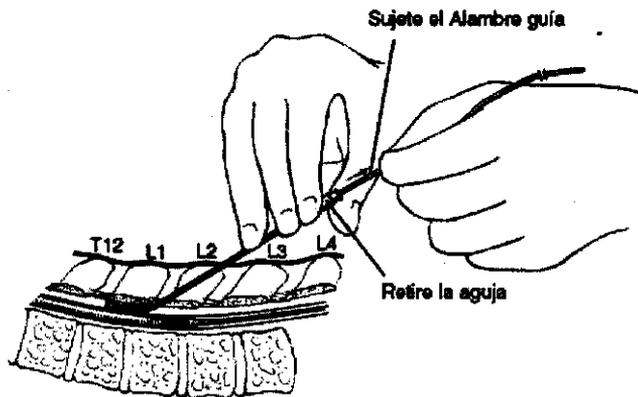

FIGURA 8
5.* En caso de utilizar Introduce, retire la aguja utilizando la técnica de aguanete y empuje, dejando el alambre guía en el espacio epidural (Figura 8).